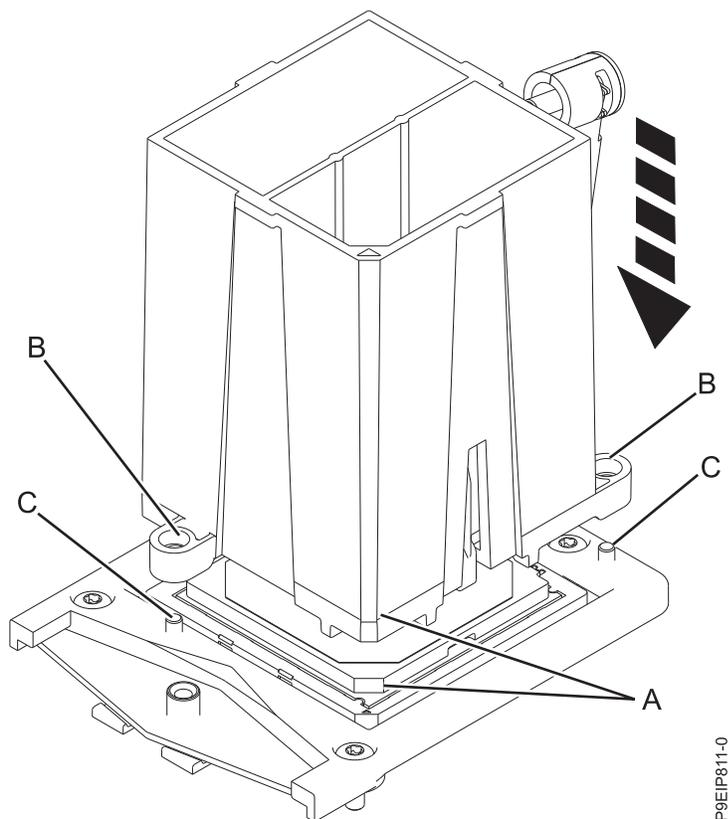

図 57. 取り外しツールをシステム・プロセッサ・モジュールの上を下ろす
8. ツールをシステム・プロセッサ・モジュールの斜めになっている端 (A) と位置合わせします (図 57 を参照)。2 つのガイド・ピン (C) がツールの両側にある位置合わせ穴 (B) に差し込まれることを確認して、ツールをシステム・プロセッサ・モジュールの上を下ろします。